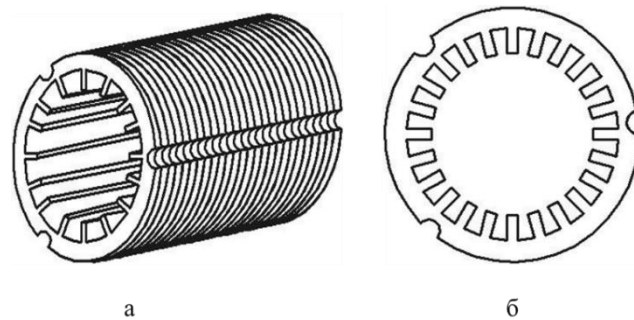

Рис. 2.23. Короткозамкнутая обмотка ротора («беличье колесо») (а): 1 – стержни в пазах 3 дисков ротора (б); 2 – короткозамыкающие кольца
**Ротор** набирают из стальных штампованных дисков (рис. 2.23, б).
По исполнению обмоток ротора асинхронные двигатели выполняются с *короткозамкнутым* и *фазным ротором*. **Короткозамкнутая обмотка** (рис. 2.23, а) образуется с помощью медных или латунных неизолированных стержней 1, помещаемых в пазы (3) дисков ротора (рис. 2.23, б). По торцам стержни 1 соединяются медными кольцами 2.